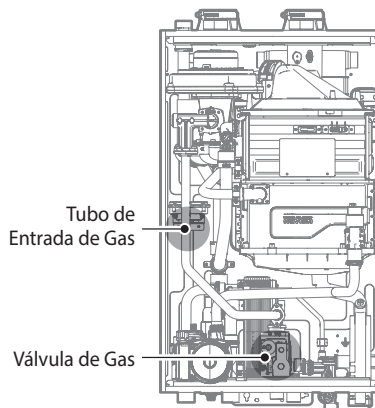

Figura 2. Componentes Internos de la Serie NCB-E
8. Con los componentes internos expuestos, ubique el tubo de entrada de gas y la válvula de gas al medio de la unidad, como se muestra en la Figura 2.